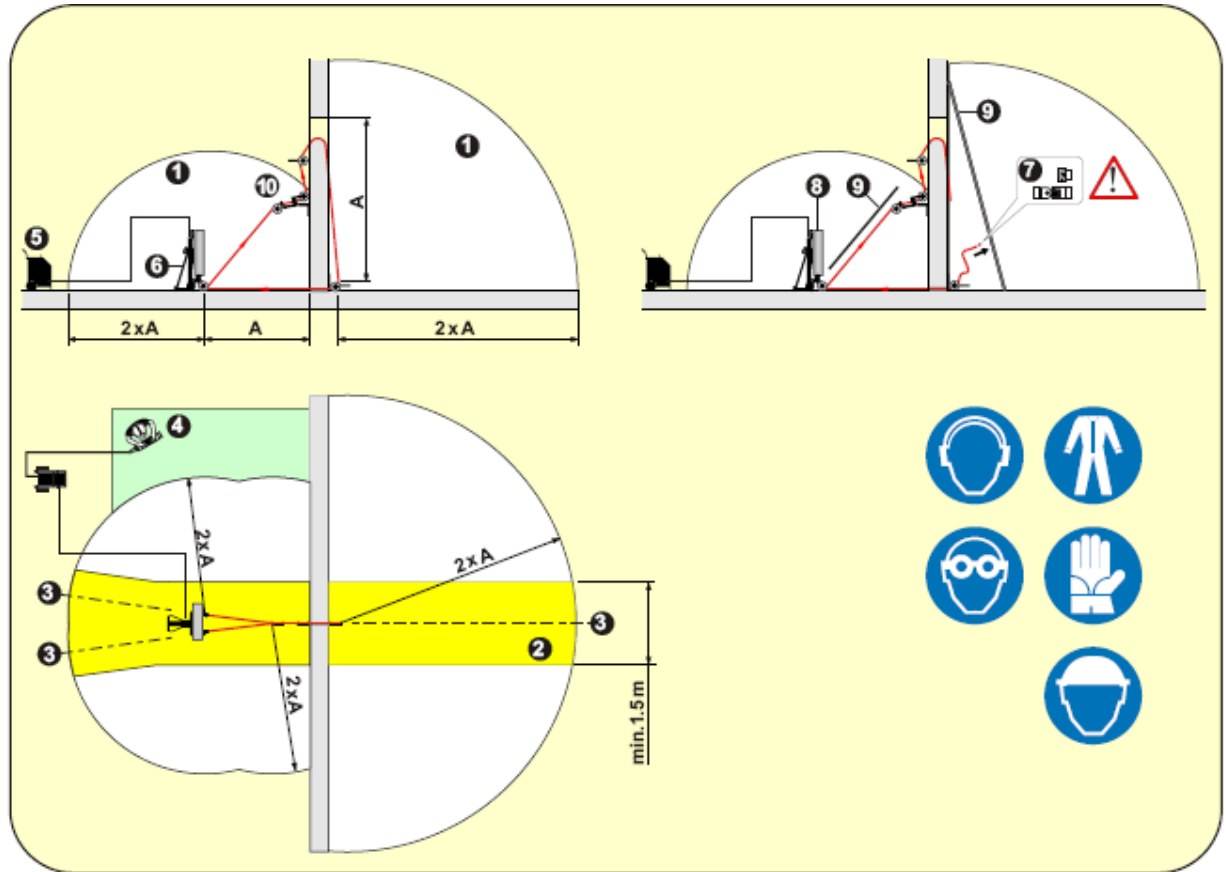
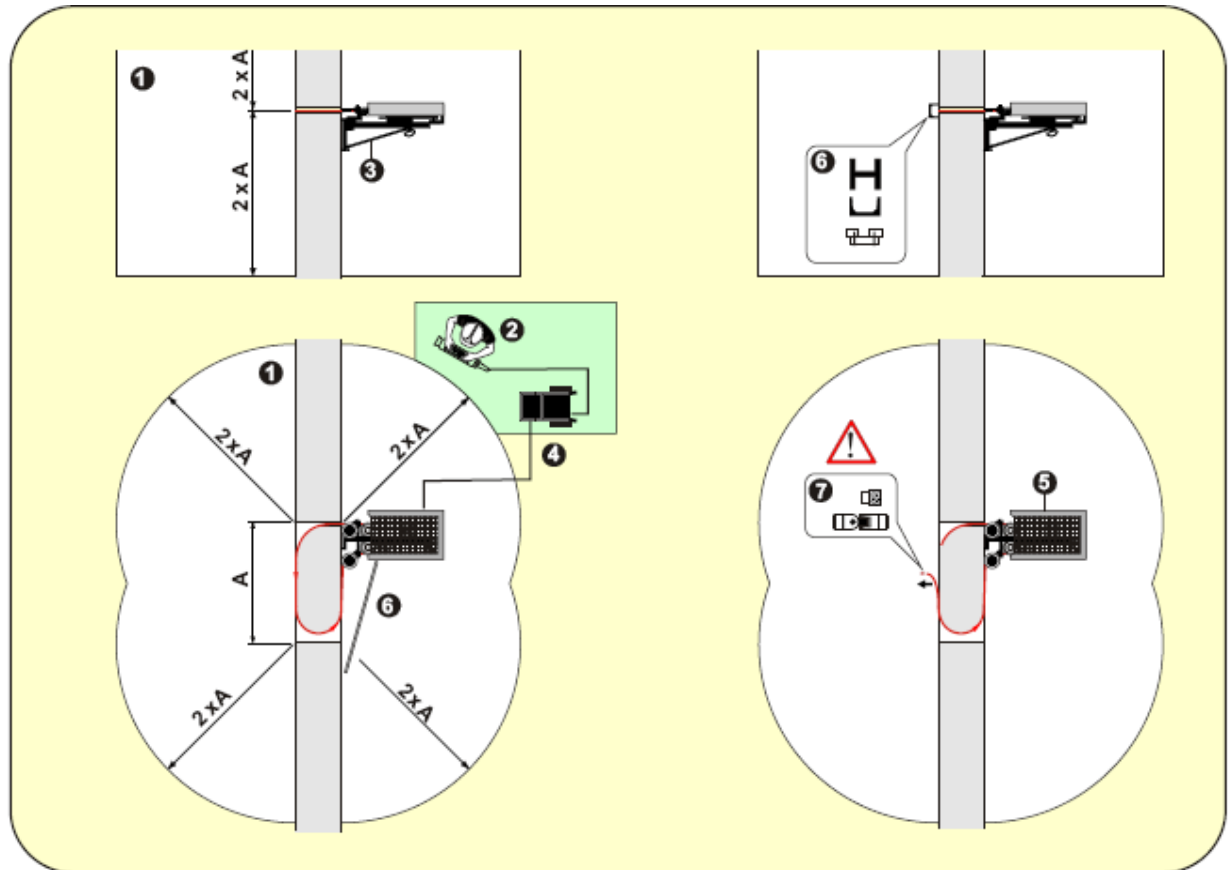
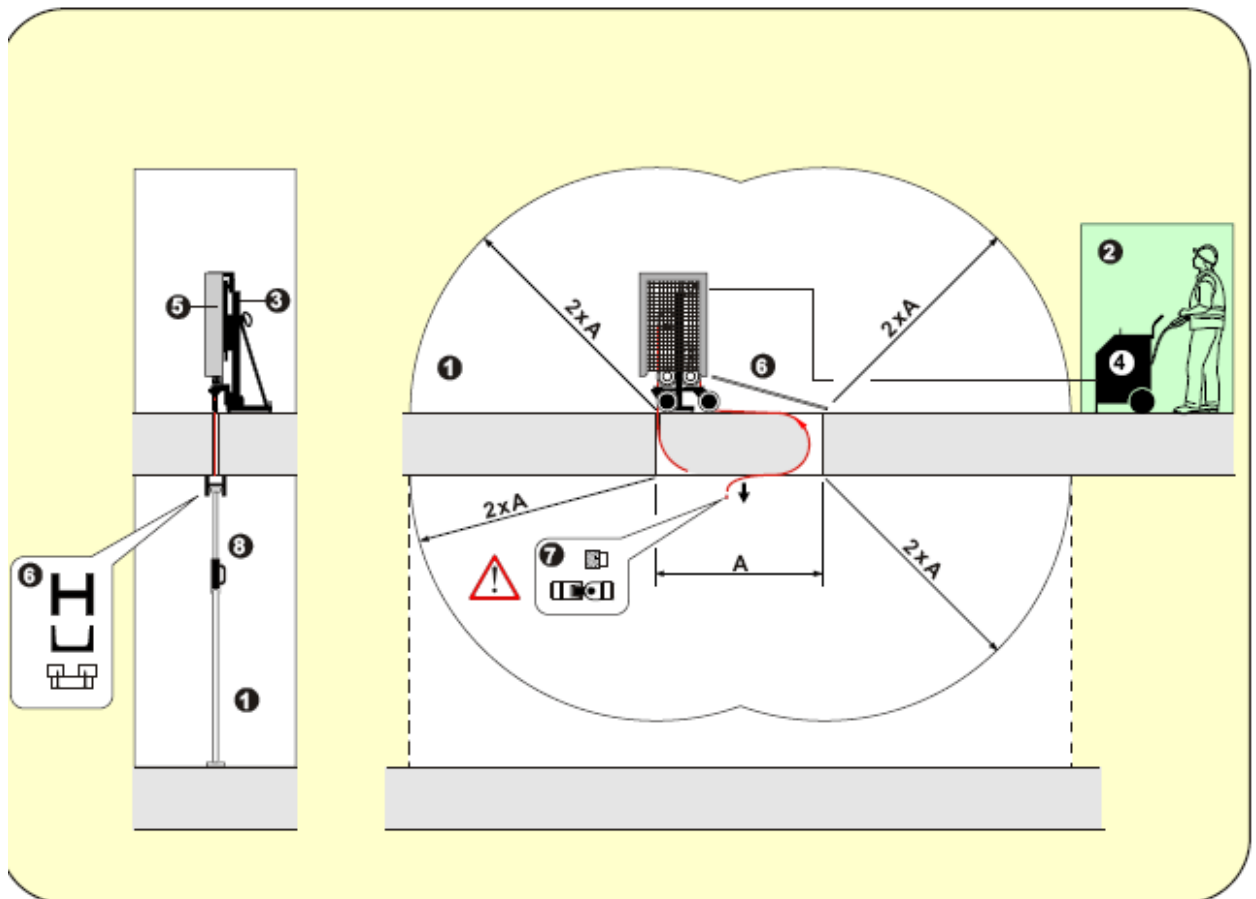

рисунок 1 Зона опасности
рисунок 2 Зона опасности при прямом монтаже
рисунок 3 Зона опасности при резке пола
- 2.2. Отгородите зону опасности (рисунок 1/2/3/ позиция 1) таким образом, чтобы во время распила в нее не могли попасть люди.
- 2.3. При работе с канатными пилами существует риск разрыва каната. При разрыве каната - при вылете свободной длины каната - может иметь место эффект удара кнутом. При пилении пользователь и третьи лица должны находиться на **безопасном расстоянии**, что примерно составляет минимум **2 x свободной длины каната**. (смотри рис. 1 / прямой монтаж рис. 2 / рез с пола рис. 3)
- 2.8. Ни в коем случае не работать без приспособлений для защиты каната (рисунок 1, позиция 9, рисунок 2-3 позиция 6). Данные приспособления препятствуют неконтролируемому вылету сегментов и запоров при разрыве алмазного каната (рисунок 1/2/3 позиция 7).
- Старайтесь не находиться на траектории вылета (рисунок 1 позиция 3) работающего алмазного каната (опасная зона: вылет каната, рис. 1. позиция 2).